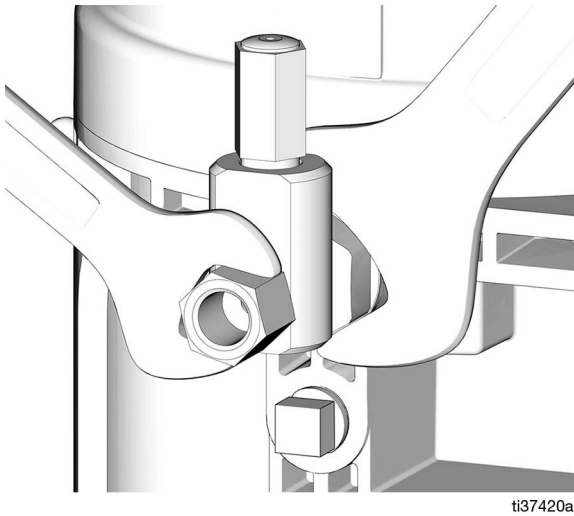

ABB. 25
3. Das Fitting des Pumpenelements mit zwei gekonterten Maulschlüsseln anziehen (ABB. 25).